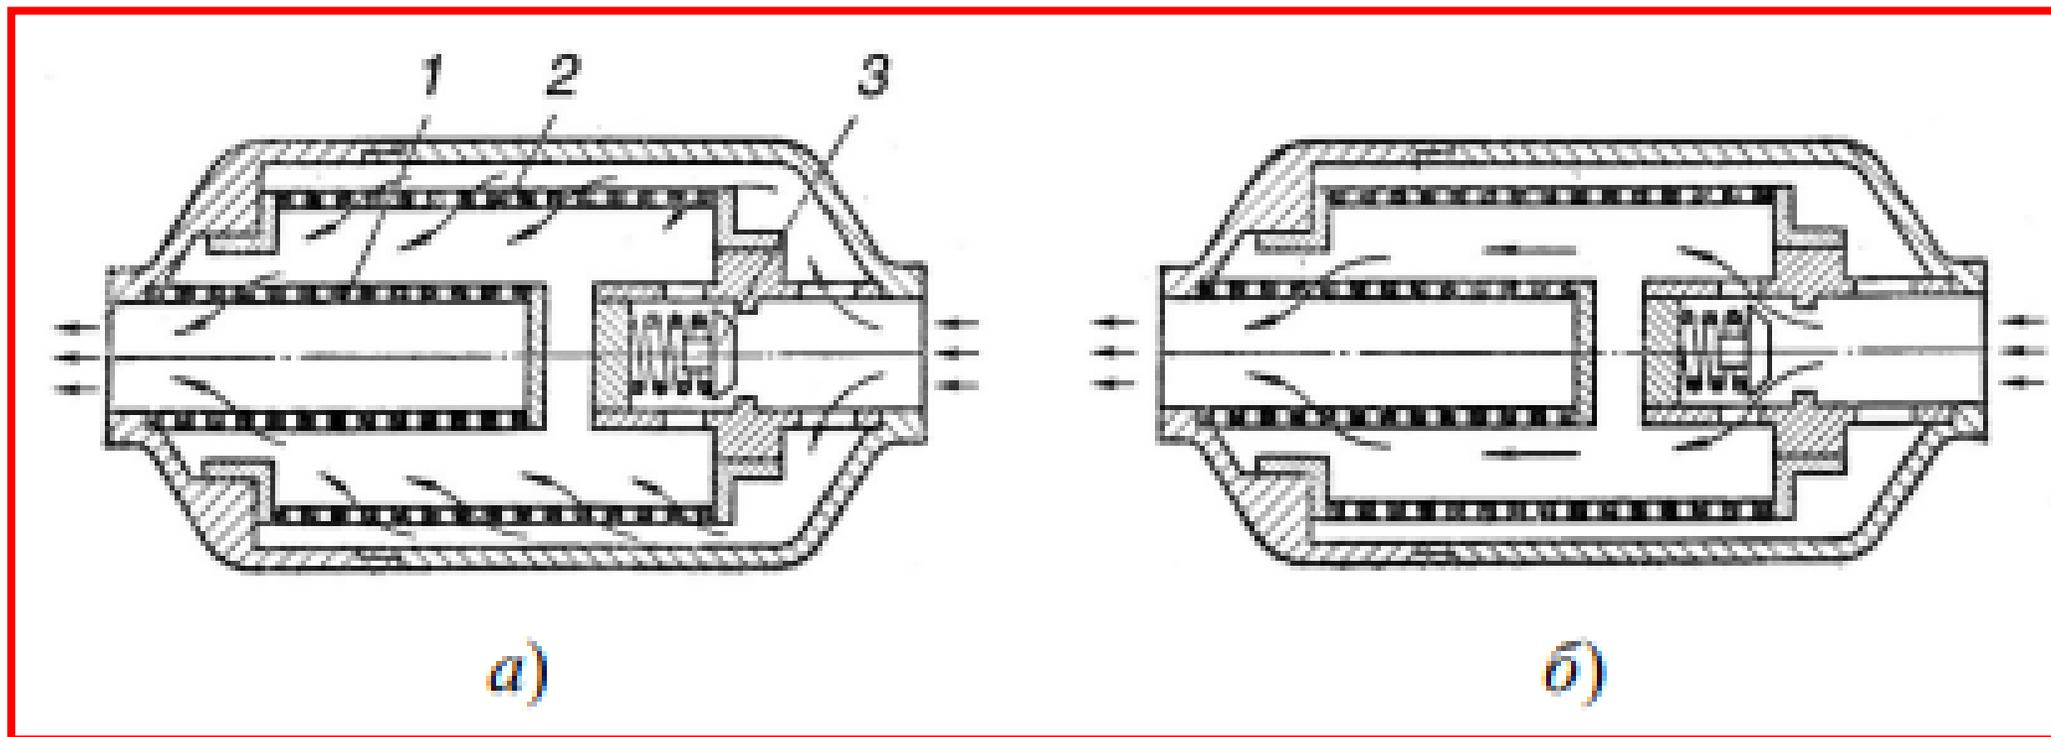

Рис.8. Комбинированный фильтр из элементов грубой и тонкой очистки
**Фильтры с картонными и тканевыми элементами** задерживают за один проход значительную (до 75%) часть твердых включений размером более 4-5 мкм. Схема такого фильтра с комбинированным элементом, состоящим из элементов тонкой 2 и грубой 1 очистки, представлена на рис.8.